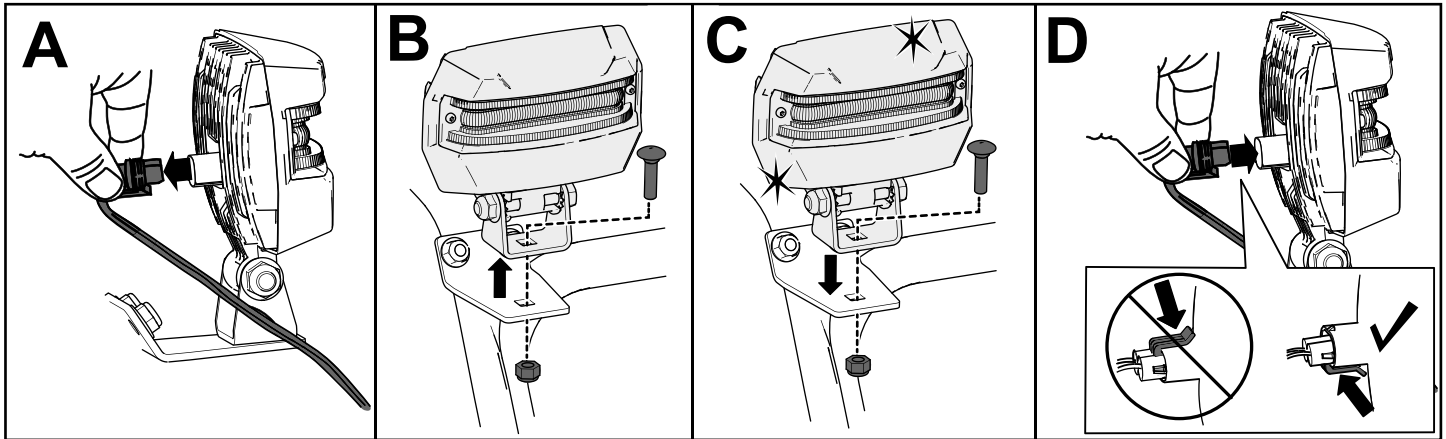

Bild 35
1. Entfernen Sie das Scheinwerferkabel von der Rückseite des Scheinwerfers (A in Bild 35).
2. Entfernen Sie die Schraube und Mutter, mit denen der Scheinwerfer an der Scheinwerferhalterung befestigt ist, und nehmen Sie dann den alten Scheinwerfer ab (B in Bild 35).
3. Befestigen Sie den neuen Scheinwerfer mit der vorher entfernten Mutter und Schraube an der Scheinwerferhalterung (C in Bild 35).
4. Stecken Sie das Scheinwerferkabel gerade in die Rückseite des Scheinwerfers ein, bis es fest sitzt (D in Bild 35).